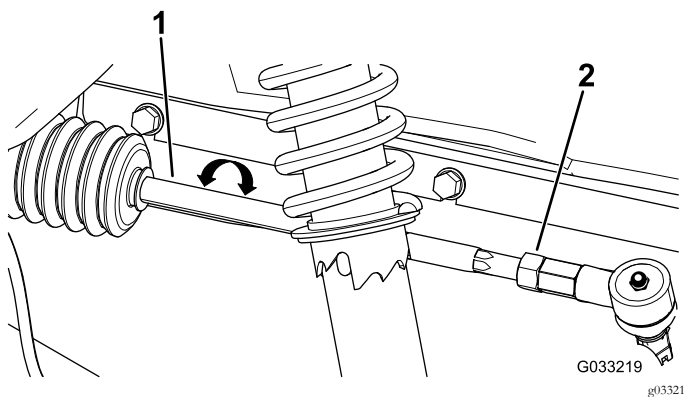

Рисунок 13
2. Если измеренное значение выходит за пределы 0–6 мм, ослабьте контргайки с обоих концов тяг (Рисунок 13).